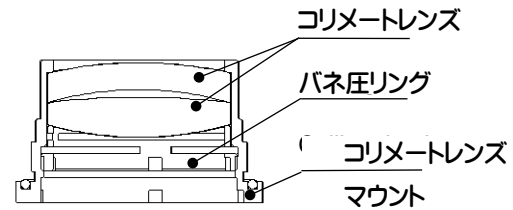

図 6.4 - コリメートレンズの設置図
- 図 6.4 に示すように、コリメートレンズの部品を順番に再構成します。バネ圧リングが適